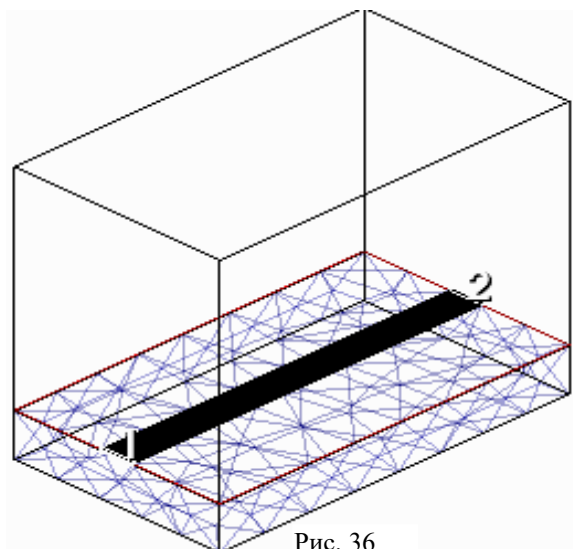
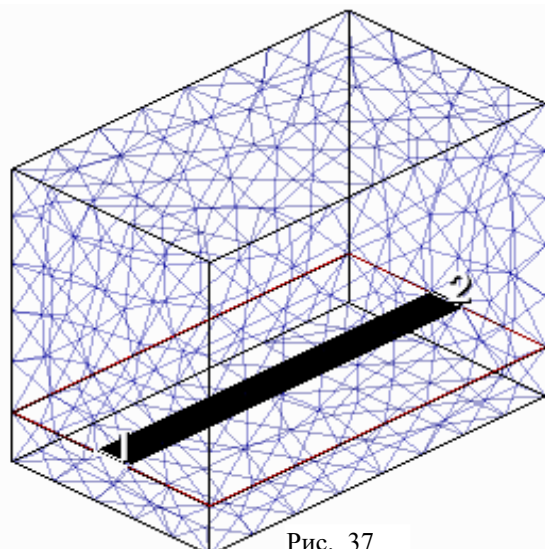

Рис. 36
Рис. 37
- Щёлкните по значку **Show 3D Mesh**  на панели инструментов. Топология со встроенной первоначальной сеткой показана на рис. 36. Отображение встраиваемой сетки в воздухе отключено по умолчанию. Его видимость можно включить в менеджере топологии в **Visibility By Material/Boundary** и тогда структура будет отображаться, как показано на рис. 37.